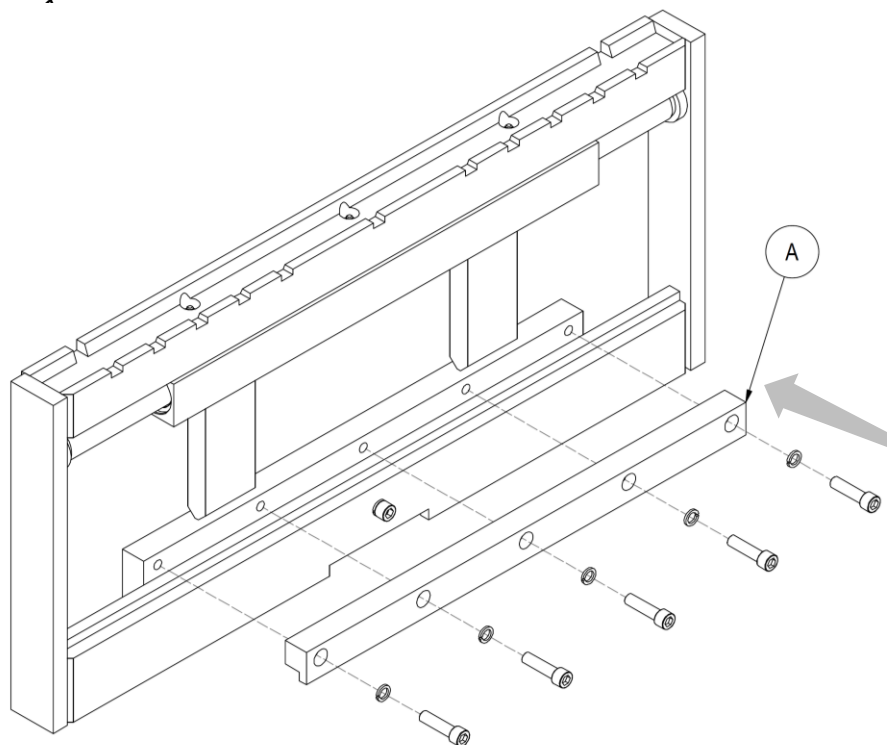

Figura 6
11. Riposizionare il gancio inferiore **A** e riavvitare quindi le apposite viti che lo sorreggono (vedi *Figura 6*).